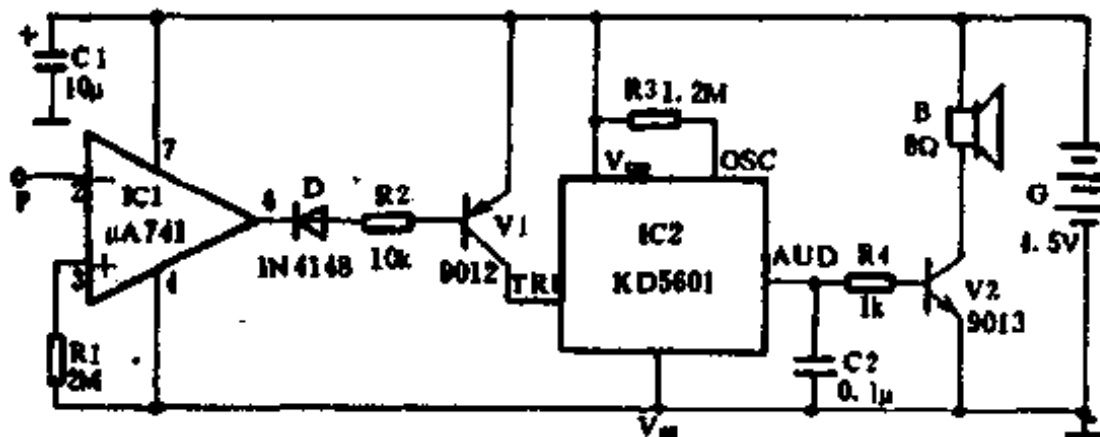

图 1-199
电路如图 1-199 所示。IC1 为高增益运放 $\mu\text{A}741$, ③脚电位接近电源 G, D 反偏, V1 截